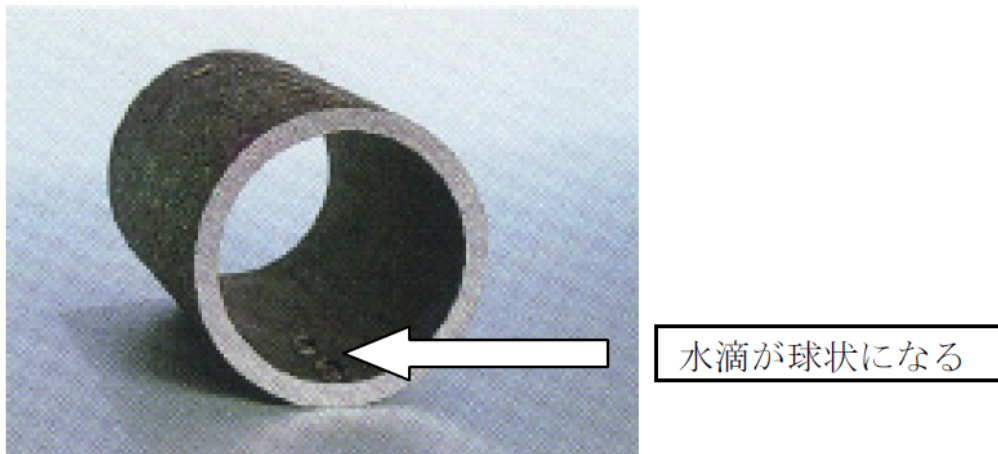

図5．皮膜性アミンの皮膜形成による撥水状況¹⁾
- (2) 皮膜性アミン：配管内面に吸着し撥水性皮膜を形成し防食するタイプの薬剤で、オクタデシルアミンが一般的に使用されている。皮膜性アミンの使用は、最初から使用することが好ましく、すでにさびが発生している管への適用は好ましくない。皮膜性アミンの作用機構は、アミノ基が金属表面に付着し、単分子層あるいは多分子層の非常に緻密な皮膜をつくり、図5に示すようにその吸着皮膜は凝縮水が金属表面への接触を防いで腐食を抑制する。